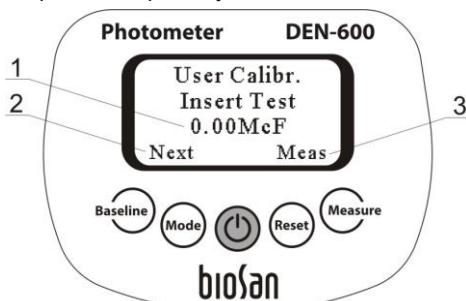

Рисунок 3. Пользовательская калибровка
- 5.6. **Создание пользовательской калибровки** (рисунок 3).
- 5.6.5. Нажмите кнопку **Baseline** 5 раз для перехода из режима измерения McF в режим пользовательской калибровки (рисунок 3).
- 5.6.6. Вставьте в гнездо стандарт для требуемого значения (рис. 3/1) и нажмите кнопку Meas (**Measure**) для сохранения значения данного стандарта. Если стандарт для текущего значения недоступен, нажмите кнопку Next (**Baseline**) для перехода к следующему значению калибровки без записи текущего.